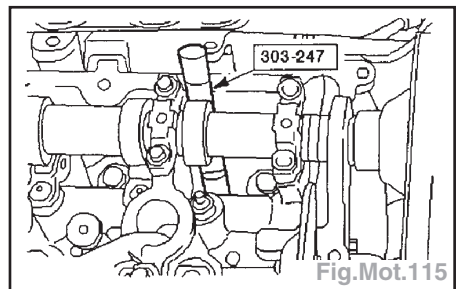

Fig.Mot.115
- Poser les joints de queue de soupape neufs à l'aide de l'outil spécial (Fig.Mot.115).